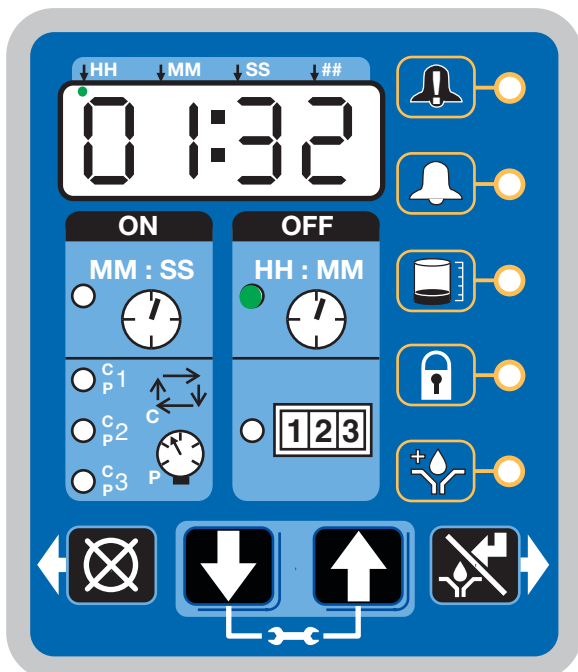

FIG. 47
Une fois la configuration terminée, la G3 commence automatiquement à exécuter la séquence de temps d'ARRÊT (FIG. 47).
- L'exemple illustré à la FIG. 47 montre un temps d'ARRÊT de 1 heure et 32 minutes avant le début du cycle de lubrification.
- Lorsque le compte à rebours du temps de MARCHE arrive à zéro, la pompe s'éteint à nouveau, le système fonctionne à nouveau en cycle de temps d'ARRÊT et la DEL de temps d'ARRÊT s'allume de nouveau (FIG. 47).